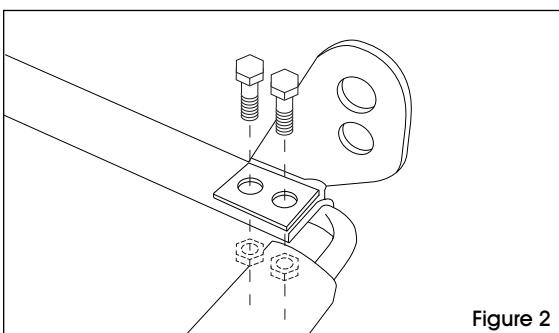

Figure 2
4. Fixez le support au rebord de la benne avec deux boulons et deux écrous freinés. (Voir Figure 2)